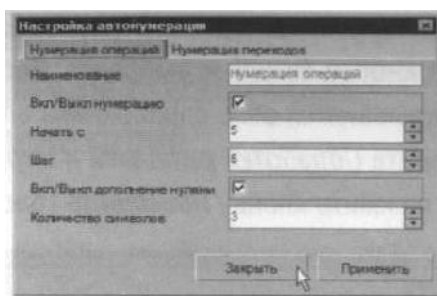

Рисунок 16
- 2) В открывшемся окне (рис. 16) выберите вкладку **Нумерация операций** или **Нумерация переходов**;